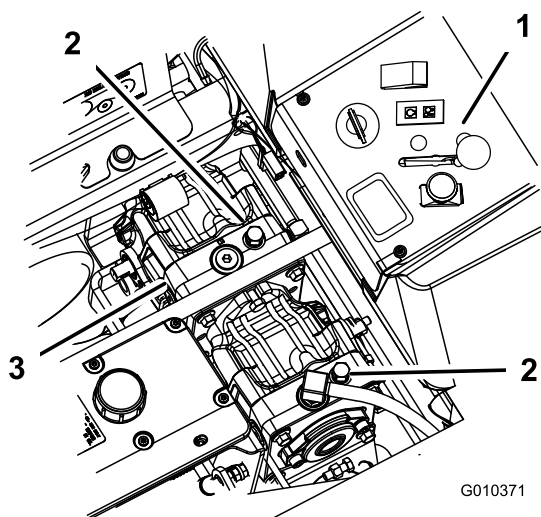

Figura 31
2. Girate le valvole di bypass di un giro in senso antiorario per spingere; il fluido idraulico bypassa quindi la pompa, consentendo alle ruote di girare (Figura 31).
Girate le valvole di bypass di un giro in senso orario per azionare la macchina (Figura 31).